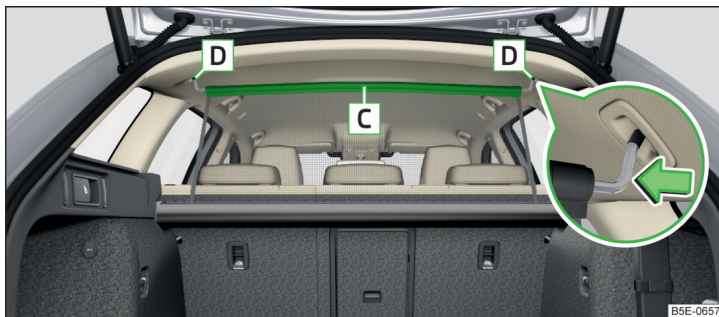

Abb. 148 Korrekt gesicherte Netztrennwand hinter den Rücksitzen im herausgezogenen Zustand
- › Die Netztrennwand an der Querstange **C** herausziehen und in eine der Aufnahmen **D** einhaken » Abb. 148.
- › Auf die Querstange drücken und aus den Aufnahmen **D** » Abb. 148 erst auf der einen, dann auf der anderen Seite herausnehmen.